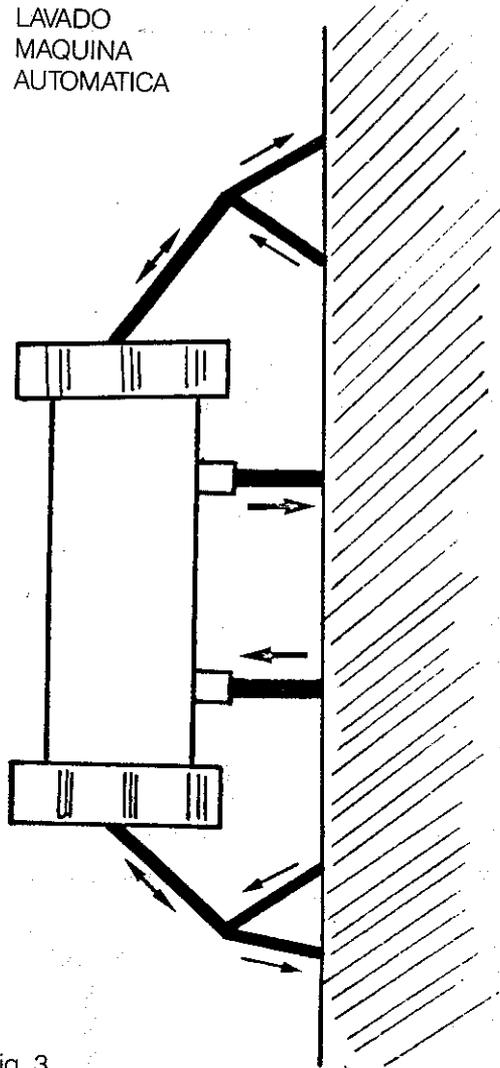

Fig. 3
- 3.3. Colocación en máquina automática (fig. 3)